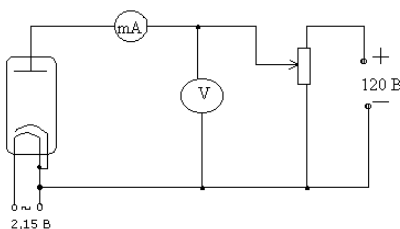

Рис. 1
1. Собрать схему согласно рис. 1.